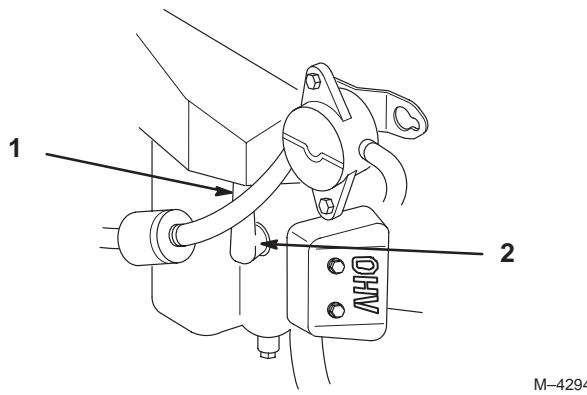

Bild 23
3. Ziehen Sie den/die Kerzenstecker von der(n) Zündkerze(n) (Bild 23). Reinigen Sie den Bereich um die Zündkerze(n), um zu verhindern, dass Schmutz in den Motor fallen und Schäden verursachen kann.
3. Drücken Sie den/die Kerzenstecker auf die Zündkerze(n) (Bild 23).